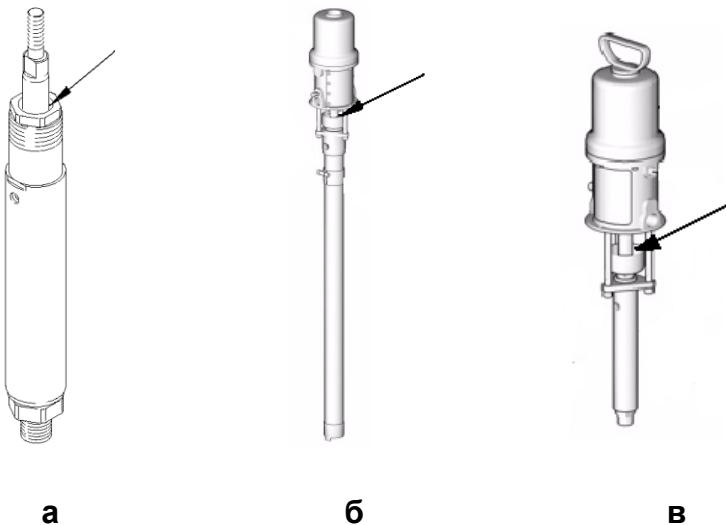

Рис.10
16. Убедитесь, что давление на манометрах А и В (Рис. 10) одинаковое (допускается разница давления не более 10 – 15 бар). В случае отсутствия равенства выравнивайте давление с помощью кранов обратки (**краны обраток поворачивать очень медленно**).
Масло TSL проверяется в течении рабочего дня, при необходимости доливается. Перед началом работы обязательно долейте масло TSL в чашки верхних уплотнений дозировочных гидроцилиндров (Рис.10, а), подающих насосов (Рис.10, б), промывочной помпы (Рис.10,в).